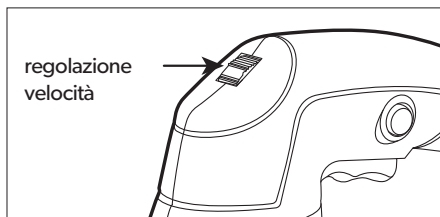

Figura 3
- Per regolare la velocità, ruotare l'interruttore della velocità da Da 1 (la velocità più bassa) a 6 (la velocità più alta). Vedere la Figura 3, di seguito.